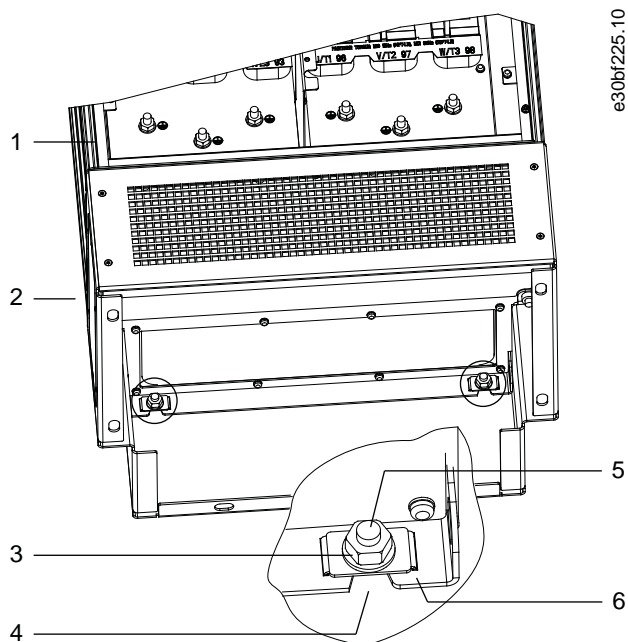

Abbildung 10: Montagepunkte für Befestigung der Gehäuserückseite am Sockel
1. Heben Sie den Frequenzumrichter an und platzieren Sie ihn auf dem Sockel. An der Rückseite des Sockels befinden sich zwei Schrauben, die in die zwei Langlöcher auf der Rückseite des Gehäuses gleiten. Positionieren Sie den Frequenzumrichter, indem Sie die Schrauben nach oben oder unten justieren. Sichern Sie ihn lose mit 2 M10-Sechskantmuttern und Halte-winkeln. Siehe Abbildung 10.